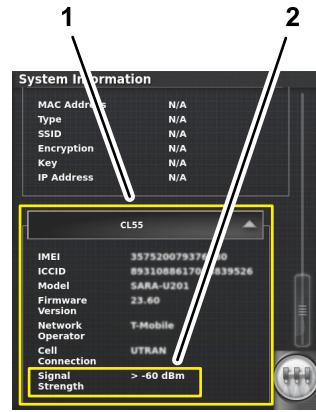

Figura 122
2. En la pantalla de información del sistema, utilice la barra de desplazamiento para navegar al ícono CL55 (Figura 122).
- 3. Pulse el ícono CL55 para mostrar información sobre la intensidad de la señal (Figura 122), y compruebe que la intensidad de la señal del módem es de entre -60 dBm y -99 dBm.